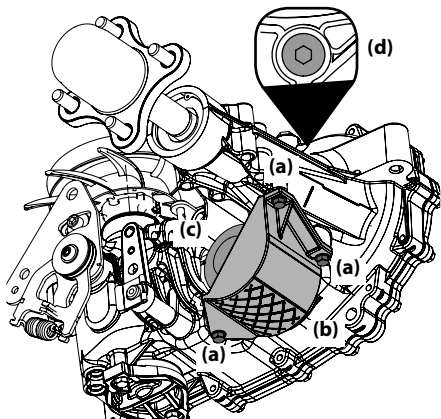

Figura 4-5
5. Retire los tres tornillos de protección del filtro (a) y la protección del filtro (b). Limpie cualquier residuo suelto alrededor del filtro (c). Vea la Figura 4-5.
10. Retire el tapón del puerto superior (d) de los transejes para permitir que los transejes se ventilen durante el llenado. Vea la Figura 4-5.
1. Desengrane el freno y abra la válvula de derivación y arranque el tractor. Vea la Figura 4-5.